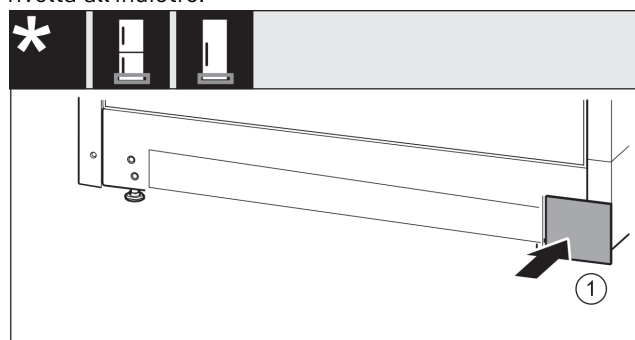

Fig. 16
- Riapplicare la copertura Fig. 16 (1) sull'altro lato.